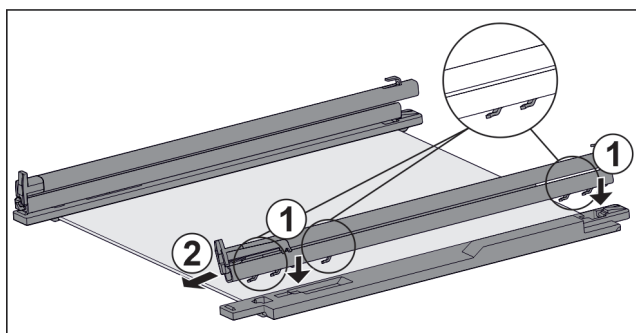

Fig. 130 Skleněná deska s kolejničkami a přídržnými díly
- ▶ Nasadte háčky kolejničky na otvory **levého** přídržného dílu. Fig. 130 (1)
- ▶ Vytáhněte kolejničku dopředu. Fig. 130 (2)
- ▶ Nasadte háčky kolejničky na otvory **pravého** přídržného dílu. Fig. 130 (1)